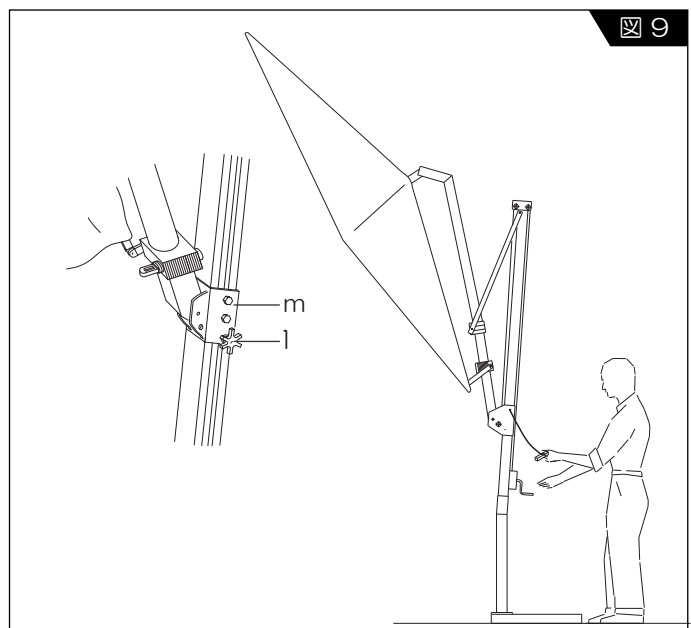

図9
2. アンブレラが希望の傾斜になったところで小ハンドル (l) を時計回りに回して締め、走行装置 (m) を固定します。シートのテンションが必要な時には、クランクレバー (G) を時計回りに回してください。(図9)
3. アンブレラを水平にするには小ハンドル (l) を反時計回りに回してゆるめ、走行装置 (m) 固定を解除してからクランクレバー (G) 時計回りに回してください。